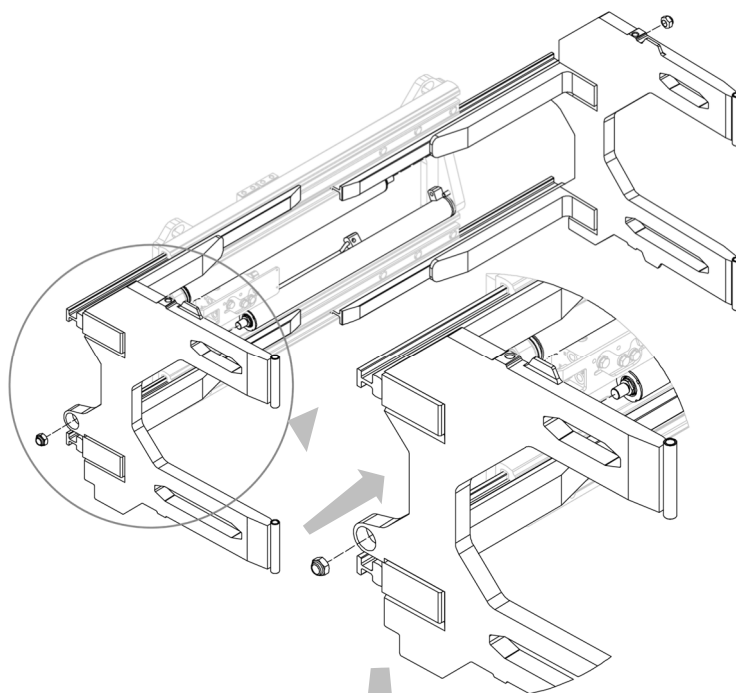
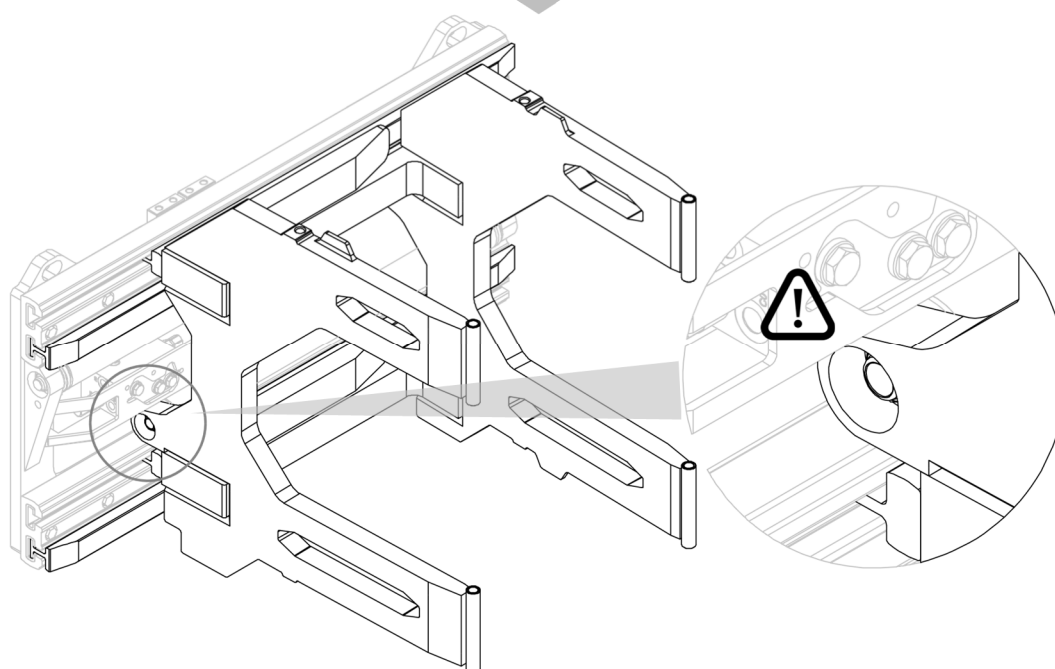

Figura 13
Figura 14
2. Insertar, una a una, las horquillas en los asientos correspondientes y apretar las tuercas correspondientes que las unen a los cilindros (ver *Figura 13* y *Figura 14*).